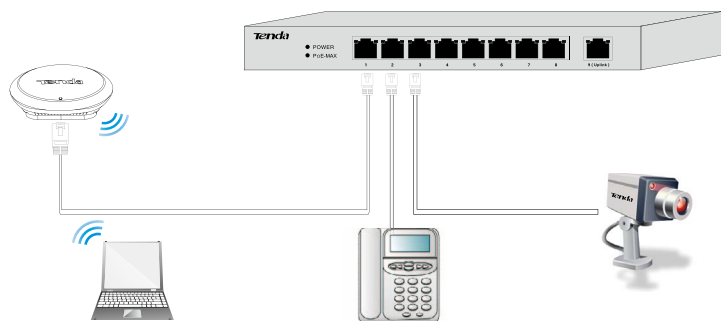

图 3-2 连接标准受电设备
**步骤 2**：用网线连接交换机的下联口和下级网络设备（支持 PoE 供电的端口可接 AP、IP 电话和网络摄像头等受电设备）。如图 3-2 所示。